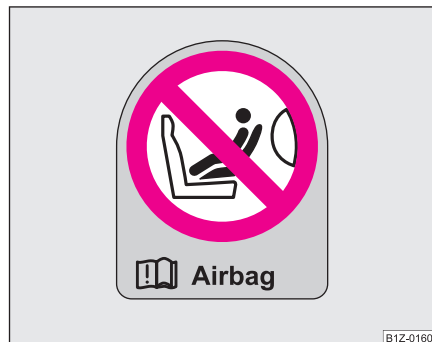

Fig. 141 Autocolant pe stâlpul ușii pasagerului din dreapta
- ⚠️ **Asupra acestui aspect atenționează și eticheta amplasată pe partea dreaptă, pe stâlpul central ♥ pagina 166, fig. 141. Eticheta poate fi observată după deschiderea ușii pasagerului din dreapta. Un alt autocolant se găsește pe parbriz, în câmpul vizual al pasagerului din dreapta.**